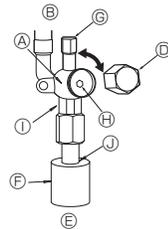

Fig. 4-7
- (2) Flüssigkeitsseite (Fig. 4-7)